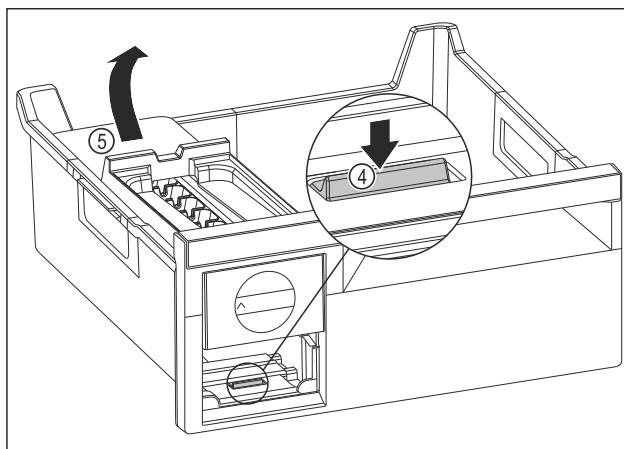

Fig. 111
- Изваждане на корпуса на EasyTwist-Ice: Натиснете езичето Fig. 111 (4) с пръст надолу и едновременно с това с другата ръка повдигнете корпуса на EasyTwist-Ice Fig. 111 (5) отзад.